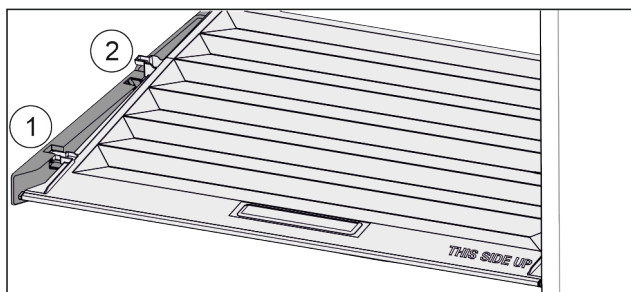

Fig. 83
- ▶ Pokrywę pociągnąć do przodu Fig. 83 (1), aż otworzy się w elementach trzymających.
- ▶ Podnieść tył od dołu i w wyjątk Fig. 83 (2) go do góry.